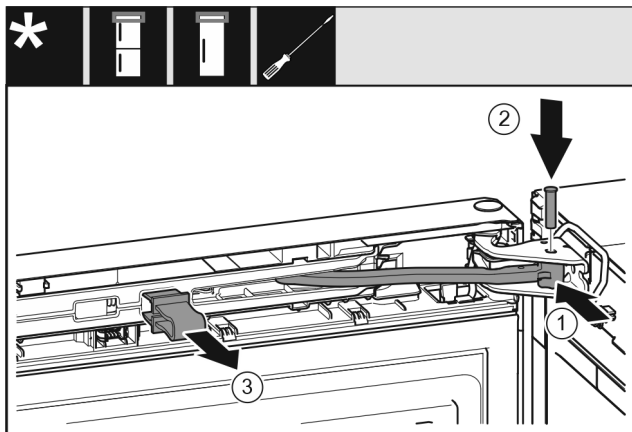

Fig. 50
- Ruotare il giunto articolato nel blocco di supporto. Fig. 50 (1)
- Inserire il perno nel blocco di supporto e nel giunto articolato. Fare attenzione che la camma di arresto sia correttamente in sede nella scanalatura. Fig. 50 (2)
- Rimuovere la protezione. Fig. 50 (3)